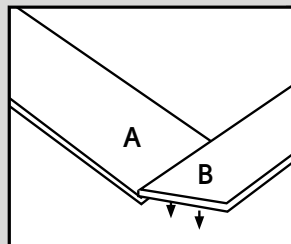

Figure. 4a
4. Prenez une lame « A » et une lame « B » et posez-les comme illustré ci-dessous. Inclinez le bord d'attaque de la lame B, emboîtez le joint et posez à plat (Figure 4a et 4b).